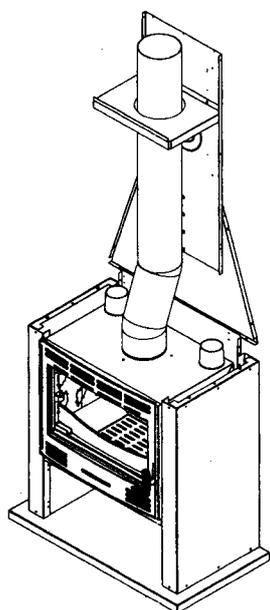

Fig. 7
- 5) * Effectuer le raccordement à l'aide d'un tuyau flexible justiciable de l'avis technique correspondant à l'appareil utilisé (bois, fioul, gaz) en respectant les critères des figures 2 et 3 en page 2 et des D.T.U. correspondants (Fig. 7).